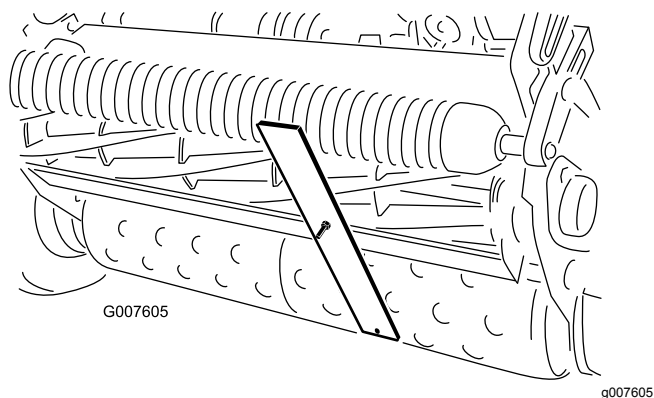

Рисунок 56
4. Зацепите головку винта за режущую кромку неподвижного ножа и расположите задний конец планки на заднем валике (Рисунок 56).